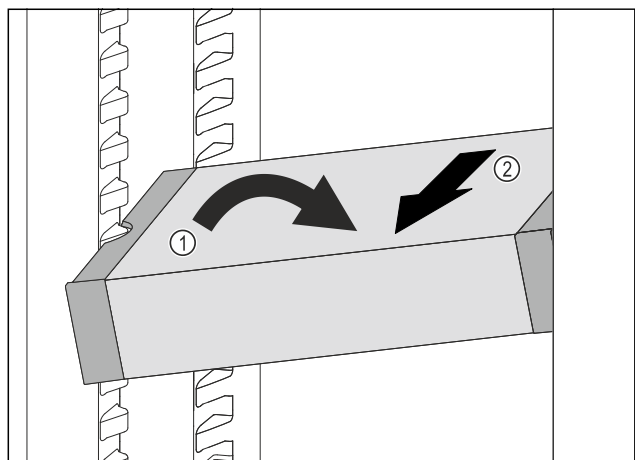

Fig. 139
- Aseta VarioSafe-vetolaatikko vinossa jääkaappiosassa. Fig. 139 (1)
- Poista VarioSafe-vetolaatikko etukautta. Fig. 139 (2)